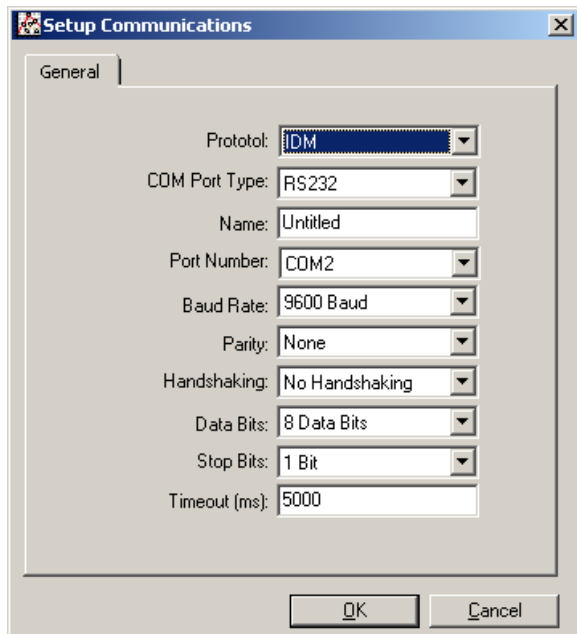

Рисунок 19: Окно «Setup Communications» (Настройка связи)
4. Щелкните мышью по пункту меню «communications port» (порт связи), чтобы выделить его. Окно «setup communications» (настройка связи) аналогично окну, изображенному на рис. 19.